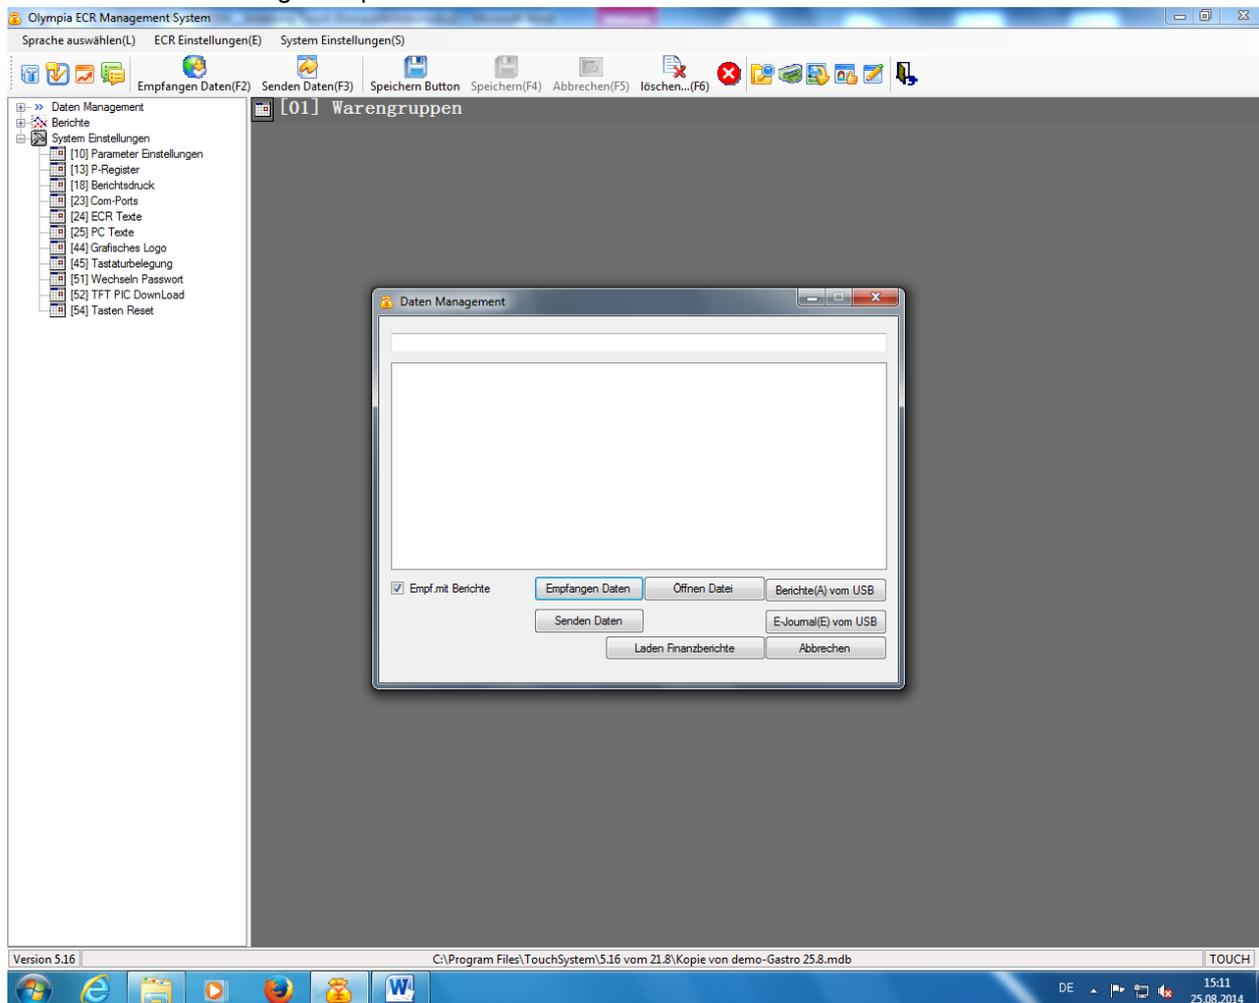

Abb. 9
2. Klicken Sie auf den Button **[Senden Daten]** (siehe Abb. 9).
6. Klicken Sie auf den Button **[Empfangen Daten]** (siehe Abb. 9).